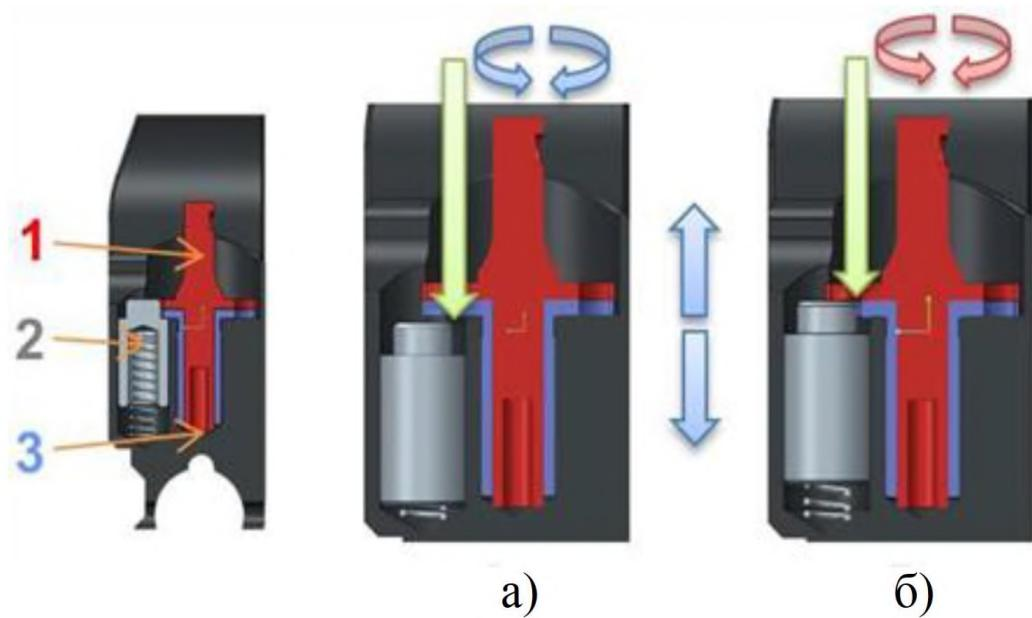

Рисунок 7.3 – Регулювання мушки
Налаштування подвійної мушки по висоті (рисунок 7.3.а) за допомогою ключа регулювання прицілу натисніть кнопку мушки (2) під підставкою подвійного регулювання (3) і поверніть основу мушки в потрібному напрямку. Мушка (1) рухається вгору або вниз.
Для регулювання по напряму мушки подвійного регулювання (рисунок 7.3.б) за допомогою ключа регулювання прицілу необхідно злегка натиснути на кнопку мушки (2) і поверніть мушку (1) у потрібному напрямку. Мушка залишається нерухомою.